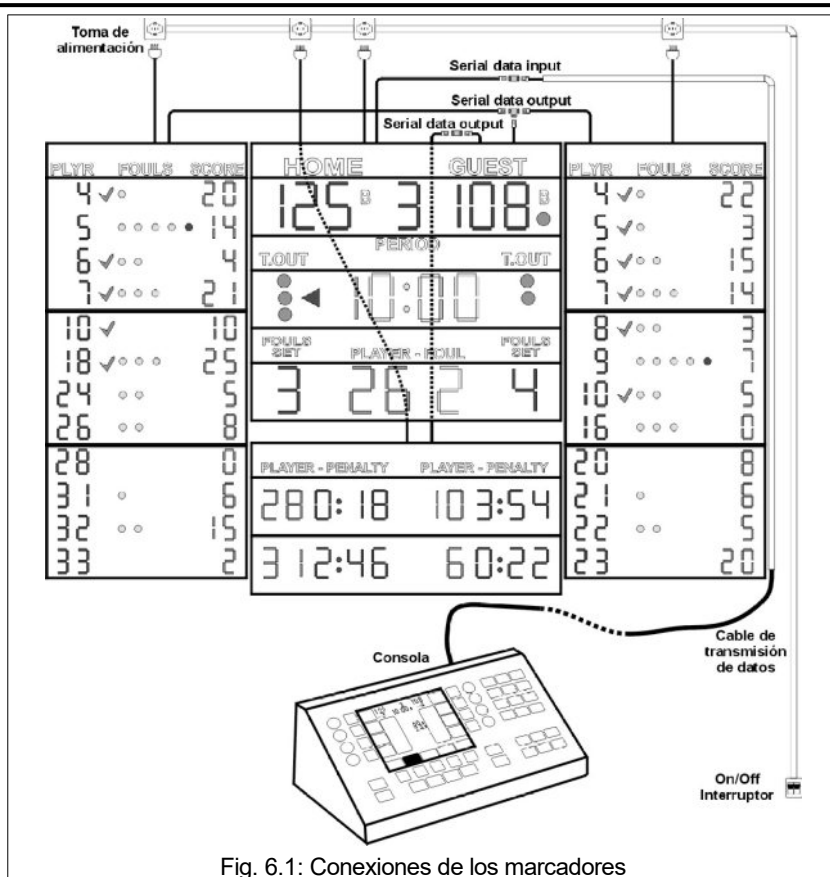

Fig. 6.1: Conexiones de los marcadores
3. Para la conexión con los otros marcadores de la serie FS situados cerca, como por ejemplo los marcadores de faltas o tanteos laterales o los centrales de tiempos de penalización (véase el ejemplo en la Fig. 6.1), conecte las demás alargaderas de 1 m a los conectores "SERIAL DATA OUTPUT", como se ha explicado en el punto anterior.
Cada marcador lleva su cable de alimentación con enchufe. Para facilitar el encendido y apagado del marcador, aconsejamos preparar una toma de alimentación justo encima del marcador (véase el ejemplo de la Fig. 6.1).
En la Fig. 6.1 se ilustra una composición con marcador central, marcadores de faltas y tanteos laterales y marcador de tiempos de penalización inferior.
4. Los demás marcadores de la serie FS, como los laterales de faltas-tanteos y los inferiores de tiempos de penalización, pueden ser conectados a los otros dos cables serie "SERIAL DATA OUTPUT" usando los adaptadores correspondientes (véase la Fig. 6.1).